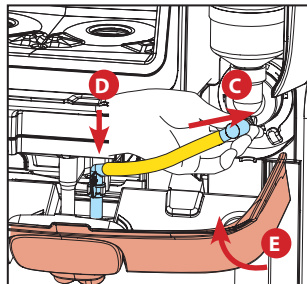

Fig. 5
4. Sett røret tilbake på blandeskålen (C), og hekt utløpets munnstykke på blande-kammeret. Lukk panelet (E). Dispenseren vil nå automatisk gå tilbake til normale produksjonsfunksjoner. (Se fig. 5)